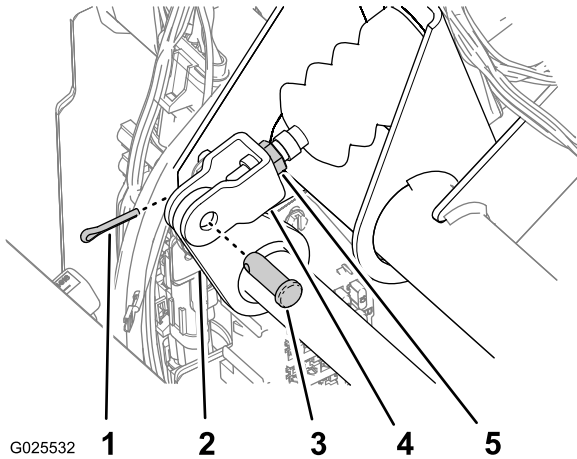

Bild 76
2. Nehmen Sie den Splint und Lastösenbolzen ab, mit denen das Hauptzylinderjoch am Bremspedalgelenk befestigt ist (Bild 76).
4. Lösen Sie die Klemmmuttern, mit denen das Joch an der Hauptzylinderwelle befestigt ist (Bild 76).
5. Stellen Sie das Joch ein, bis die Löcher mit dem Loch im Bremspedalgelenk ausgerichtet sind (Bild 76).
6. Befestigen Sie das Joch mit dem Lastösenbolzen und Splint am Pedalgelenk (Bild 76).
7. Ziehen Sie die Klemmmutter an, mit der das Joch an der Hauptzylinderwelle befestigt ist (Bild 76).